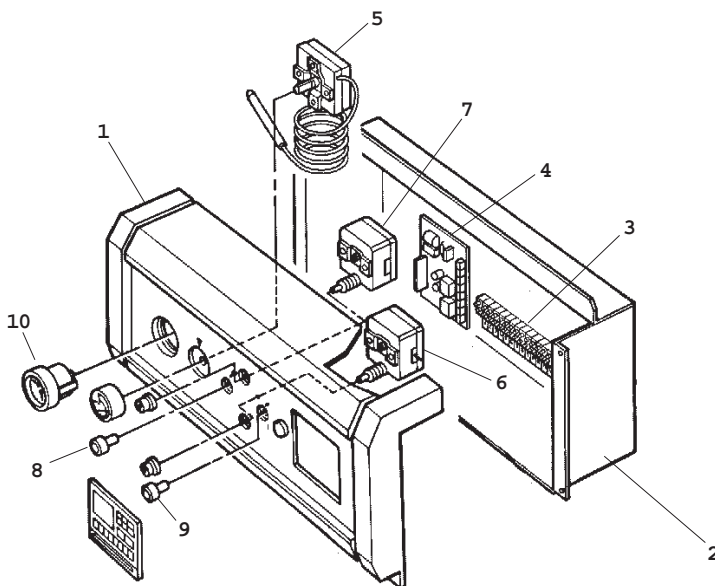

Рис. 7
Внимание: необходимо соблюдать осторожность с электроуправлением контроля пламени (дет. 4 рис. 7) или с его соединениями.
4.03 Схема приборной панели (рис. 7)